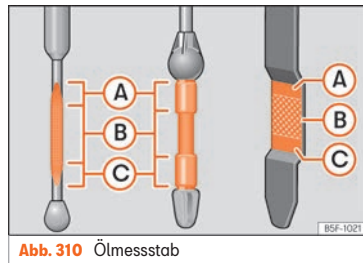

Abb. 310 Ölmesstab
»» **Abb. 310**. Füllen Sie gegebenenfalls Motoröl nach.
»» **Abb. 310 (A)**, starten Sie den Motor bitte nicht. Dies könnte zu einer Beschädigung des Motors und des Katalysators führen. Wenden Sie sich an einen Fachbetrieb.
Der Ölstand darf keinesfalls über dem Bereich »» **Abb. 310 (A)** stehen, andernfalls könnte Öl über die Entlüftung der Motorölwanne angesaugt werden und über die Abgasanlage in die Atmosphäre gelangen.